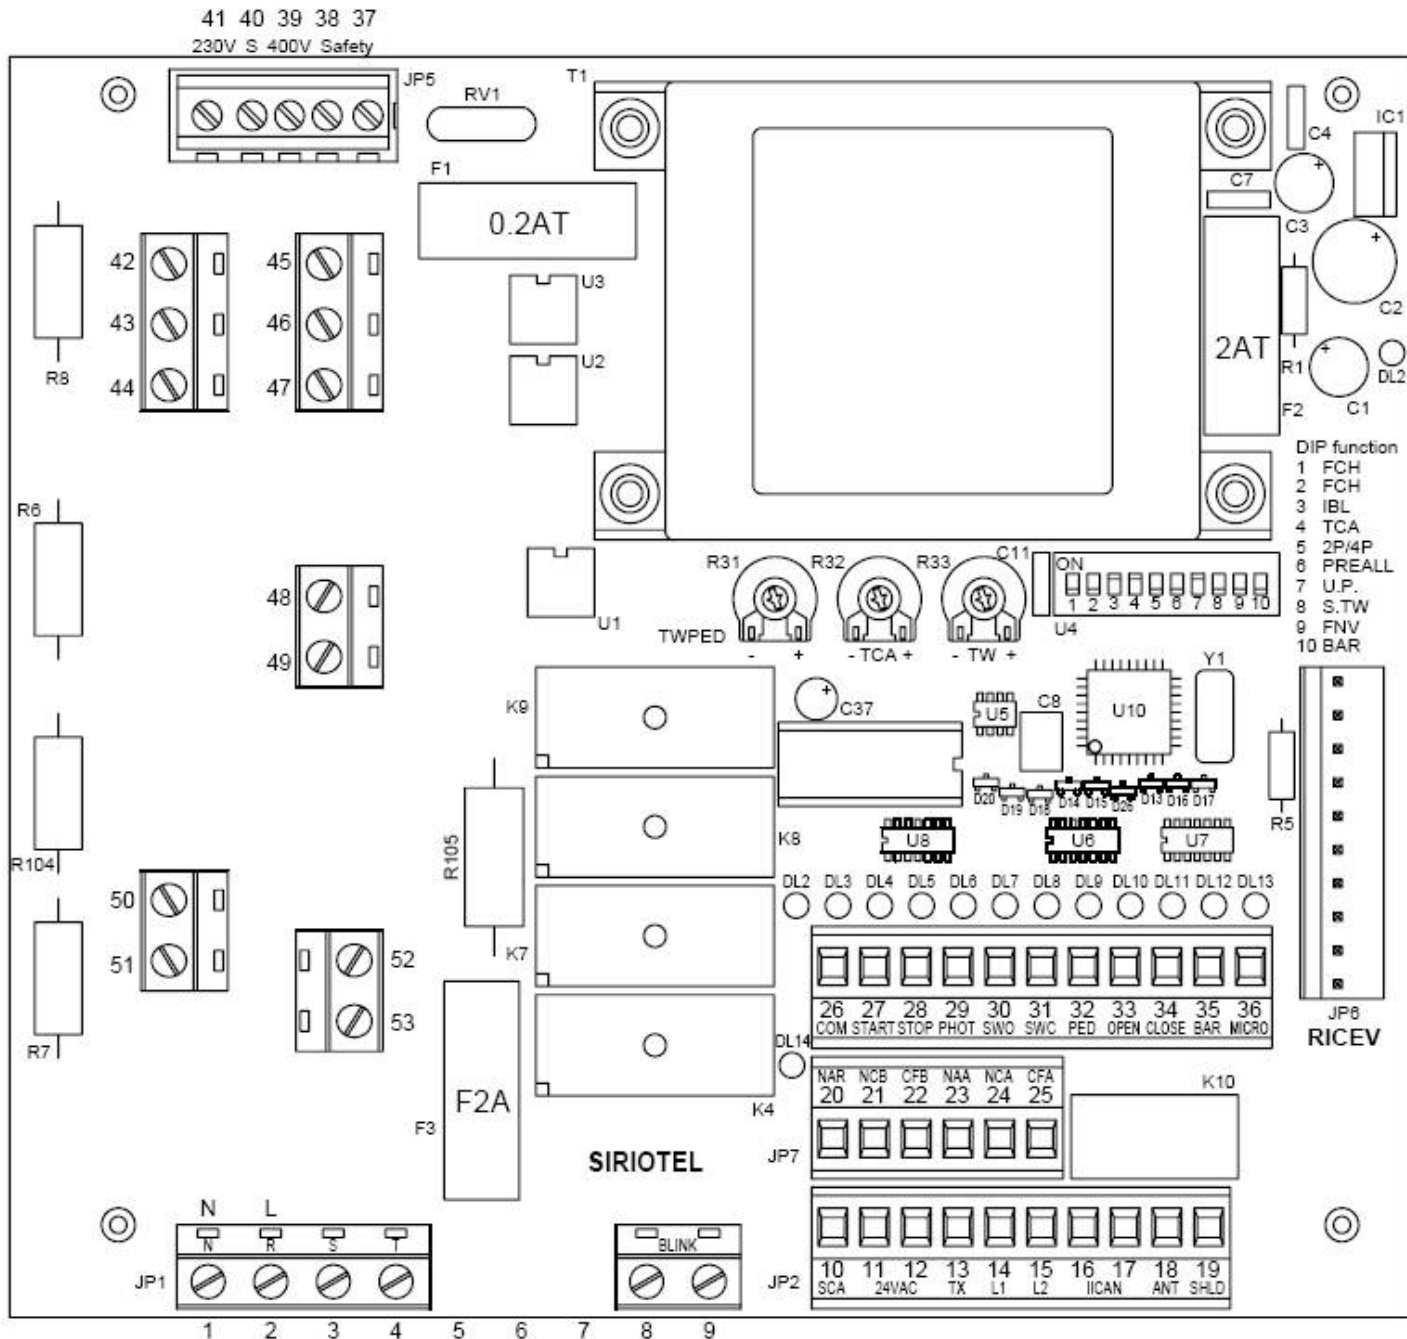

рис.16
На рис. 14-15 изображена схема подключения блока управления, расположенного на приводе. Далее приводятся как уже сделанные соединения на блоке управления, так и которые надо осуществить в блоке RIGEL 4 (рис.16).
13. Регулировки и указатели блоки управления RIGEL 4 (рис. 16).